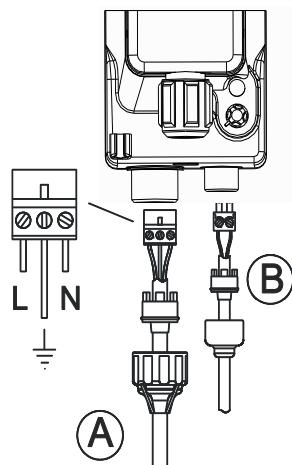

Fig. 13: Schema connessioni
**ATTENZIONE: prima di aprire la pompa (dal coperchio posteriore) scollegare sempre le connessioni come dallo schema indicato in Fig.13.**